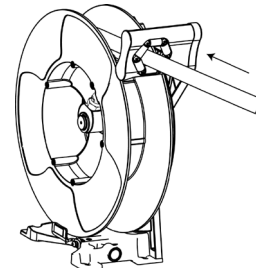

FIG 9.
5. Pull the hose hard enough to release the latch, and slowly allow the hose to retract (Fig. 9).
5. Släpp spärren genom att dra i slangens och låt den sakta rulla upp sig på trumman (Fig. 9).